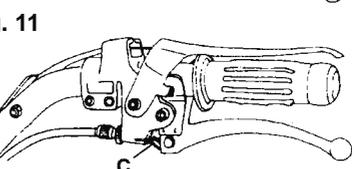

Fig. 11
- Il gancio frizione C inserito (Fig. 11) impedisce la trasmissione del moto con una marcia inserita.